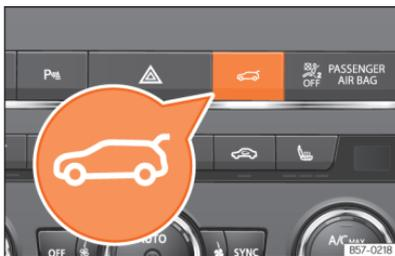

Fig. 58 Consola central: botão para abrir e fechar a porta da bagageira.
- **OU:** pressione durante, pelo menos, um segundo o botão situado na consola central **>>> Fig. 58**, o botão também funciona com a ignição desligada.
- **OU:** pressione o botão situado na consola central até a porta da bagageira estar fechada **>>> Fig. 58**.